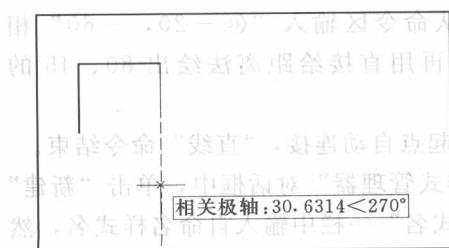
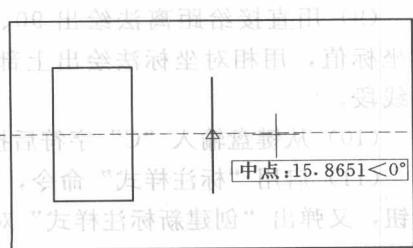

图 1-20 中点定位绘矩形
图 1-21 中点定位绘梯形
(1) 启用直线命令，以左下角点为绘图的起始点，绘出 100×60 的矩形。
(2) 启用直线命令，追踪左边竖直线的中点，输入 10 后，按回车键，确定 20×35 矩形线框的中点为起点，绘出 20×35 的矩形，如图 1-20 所示。
(3) 启用直线命令，追踪右边竖直线的中点，输入 50 后，按回车键，确定 30 直线段的中点为起点，绘出 30 的直线段。
(4) 启用直线命令，追踪 30 竖直线的中点，如图 1-21 所示，输入 35 后，按回车键，确定 10 线段的中点为起点，绘出 10 的直线段，最后连接。
(5) 应用“ISO-25”标注样式，启用“线性”标注命令，标注全图。